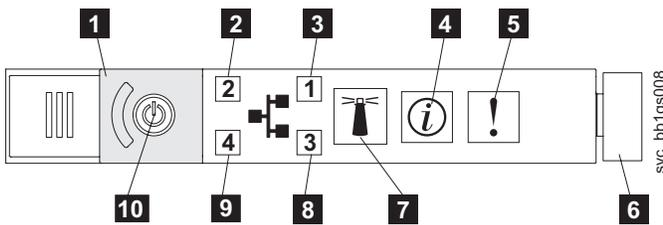

Figure 83. SAN Volume Controller 2145-CF8 panneau d'information opérateur
1. Le voyant d'erreur présenté à la figure 83, qui est situé sur le panneau d'information opérateur du système SAN Volume Controller 2145-CF8, est-il allumé ou clignote-t-il ?